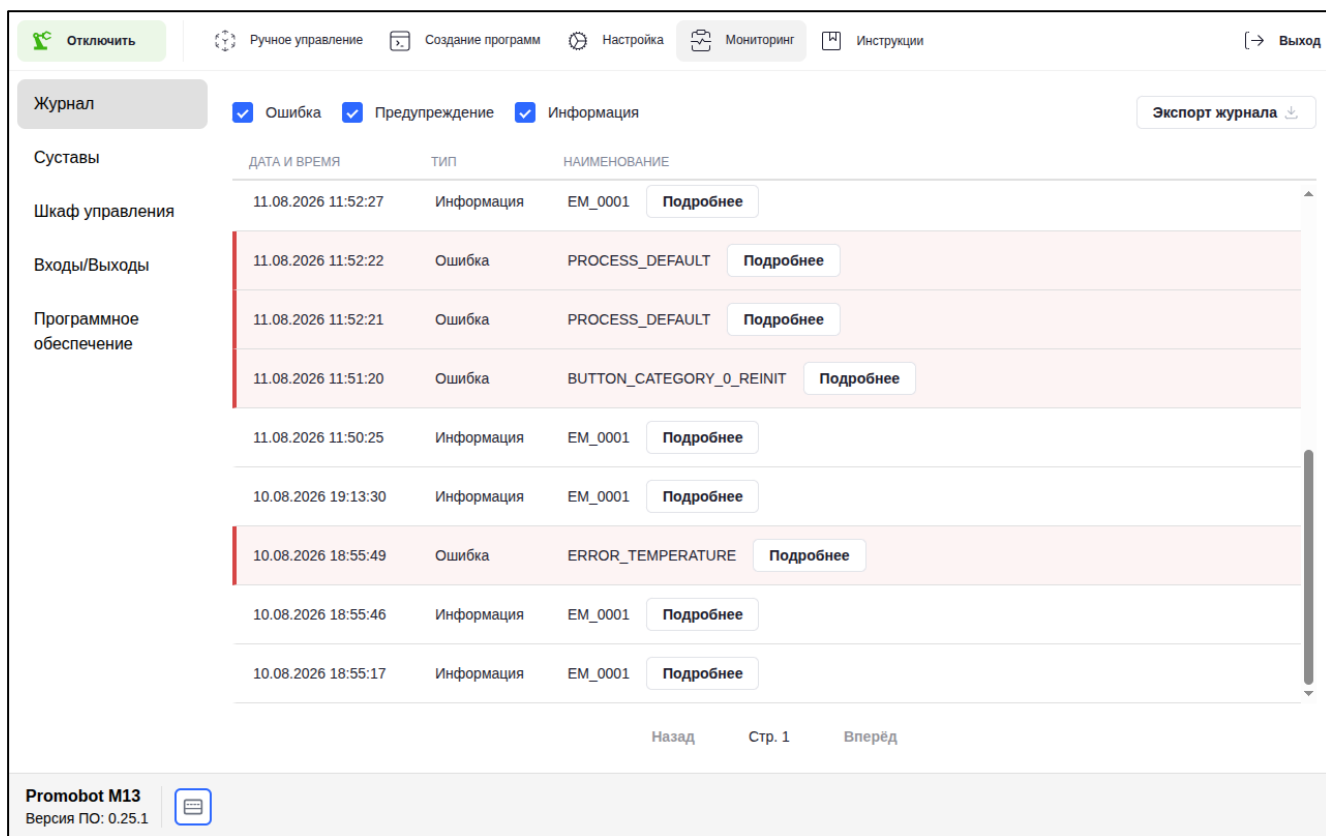

Рисунок II-64 – Раздел «Журнал»
- а) раздел «Журнал» (см. Рисунок II-64) предназначен для ведения журнала следующих событий: